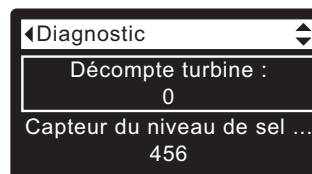

FIG. 106
2. Appuyez sur le bouton **BAS** (▼) pour faire défiler les options du menu et mettre en encadré **Décompte turbine** (cf. Figure 106).